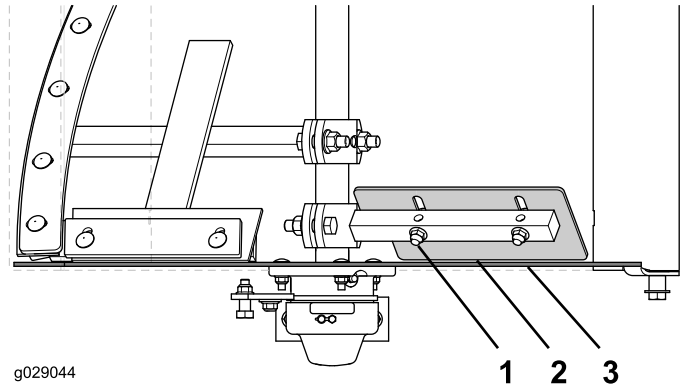

Figura 48
2. Afloje los pernos de cabeza redonda y las contratuercas prensadas que sujetan la paleta de extremo ajustable a la paleta fija. (Figura 48)